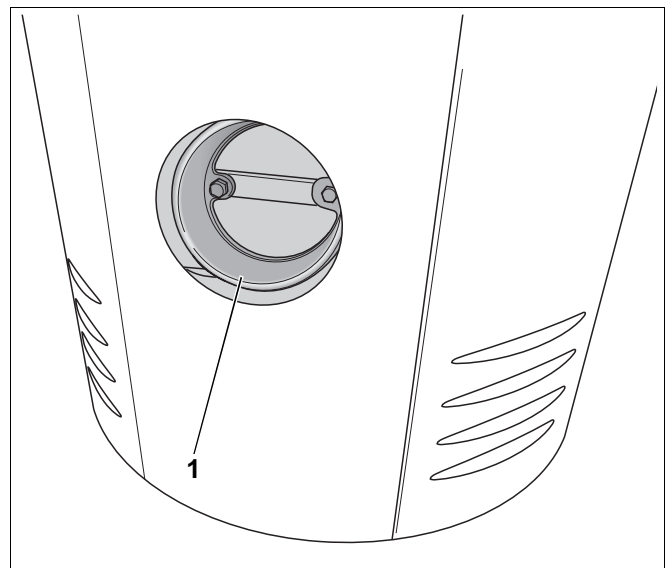

Abb. 13 Verbrennungsluftstutzen
Über den Verbrennungsluftstutzen (Abb. 13, **Pos. 1**) wird die Verbrennungsluft dem Feuerraum zugeführt. Die Verbrennungsluft wird im Korpus des Kaminofens verteilt.
- Eine Verbrennungsluftleitung an den Verbrennungsluftstutzen (Abb. 13, **Pos. 1**) anschließen.
Der Durchmesser des Verbrennungsluftstutzens (Abb. 13, **Pos. 1**) beträgt 120 mm.